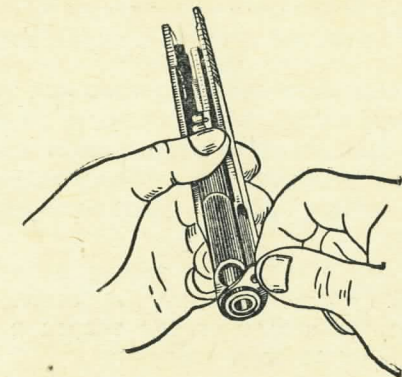

Рис. 78. Как вынуть направляющую втулку
5) **вынуть направляющую втулку:** повернув ее на  $180^\circ$ , вынуть из кожуха затвора вперед (рис. 78);